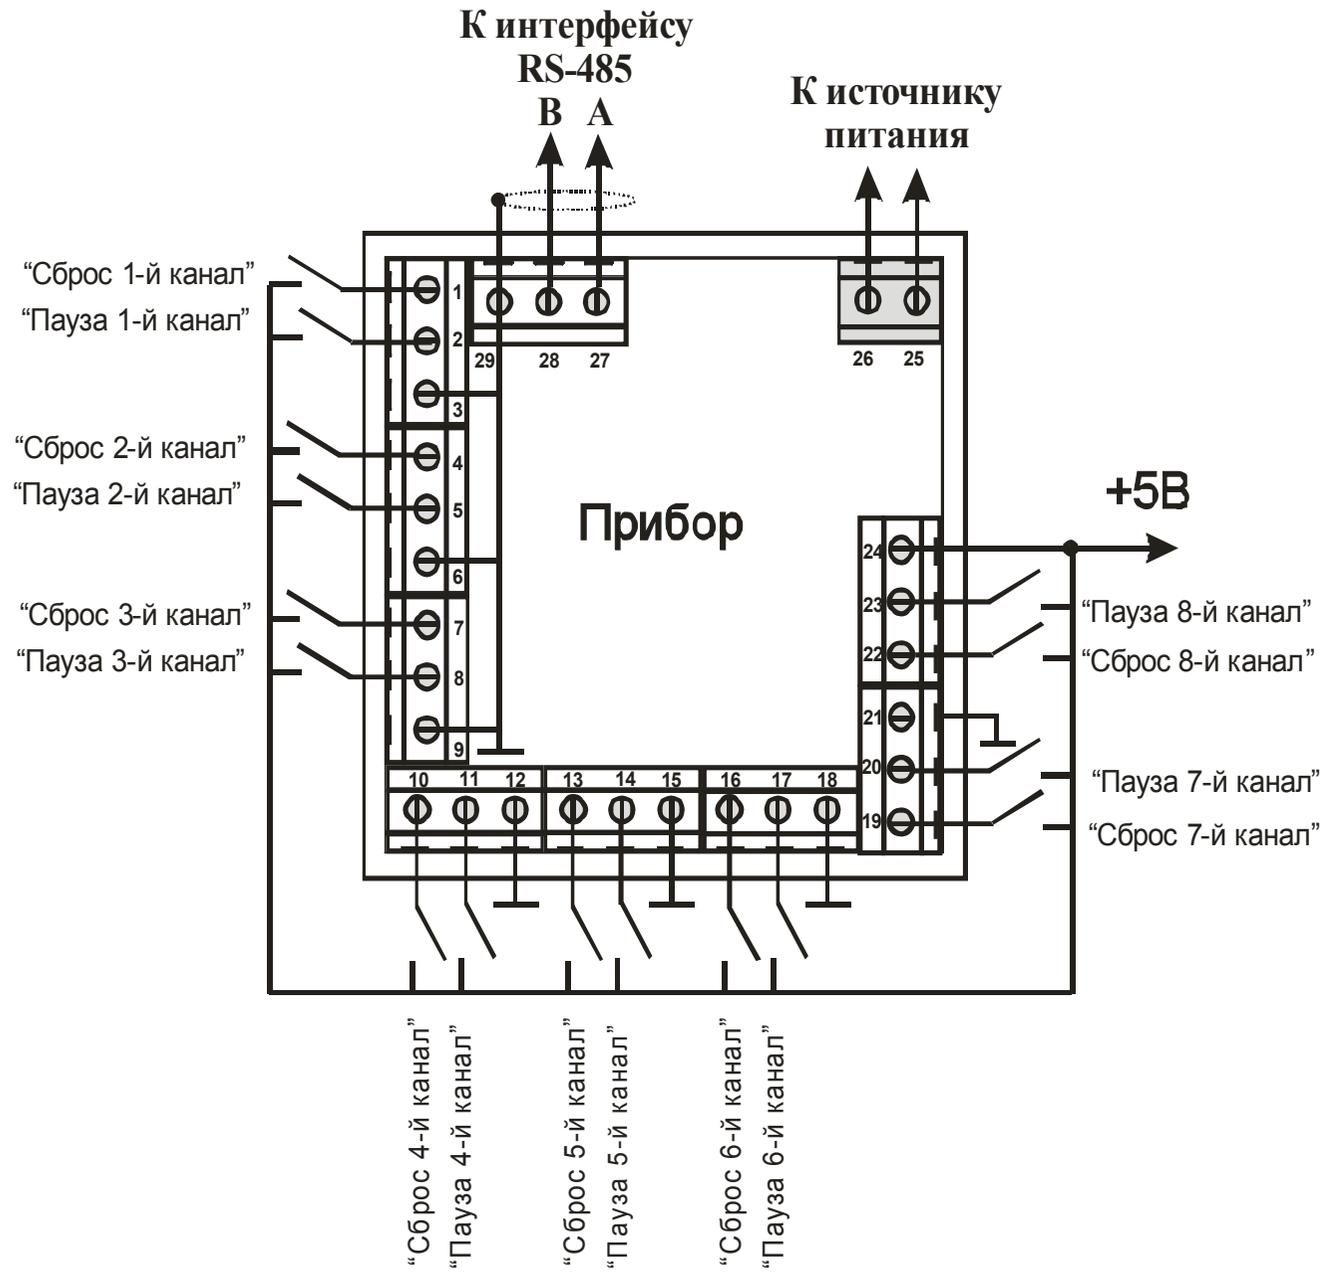

Рисунок 8.1 – Схема подключения источника питания и внешних устройств
8.3 Произведите подключение прибора с учетом расположения контактов на задней панели прибора (см. рисунок 8.1).